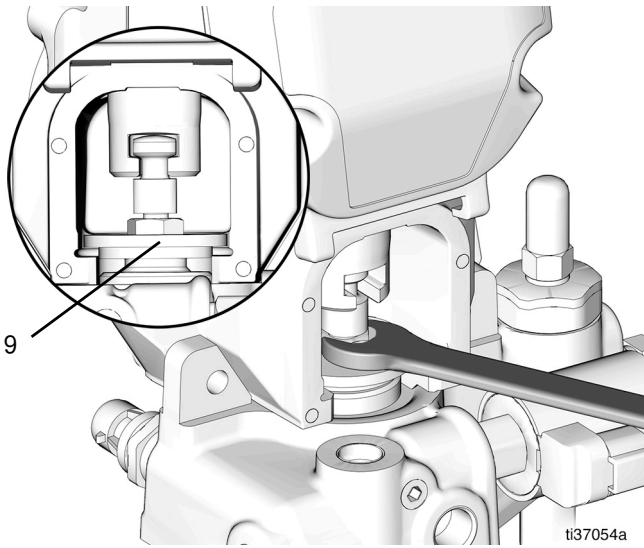

图 69
29. 用扳手拧紧固定螺母 (9) (直至力矩达到 30 英尺-磅 /40.1 牛·米) 以确保紧固 (图 69)。